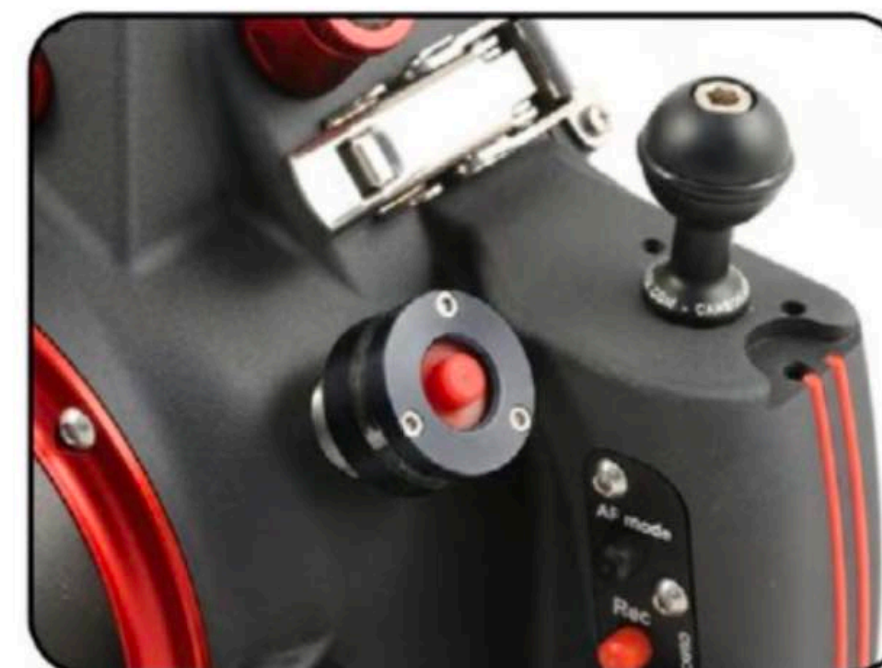

Fig. 2
2. Togliere il tappo di protezione. (Fig. 2)